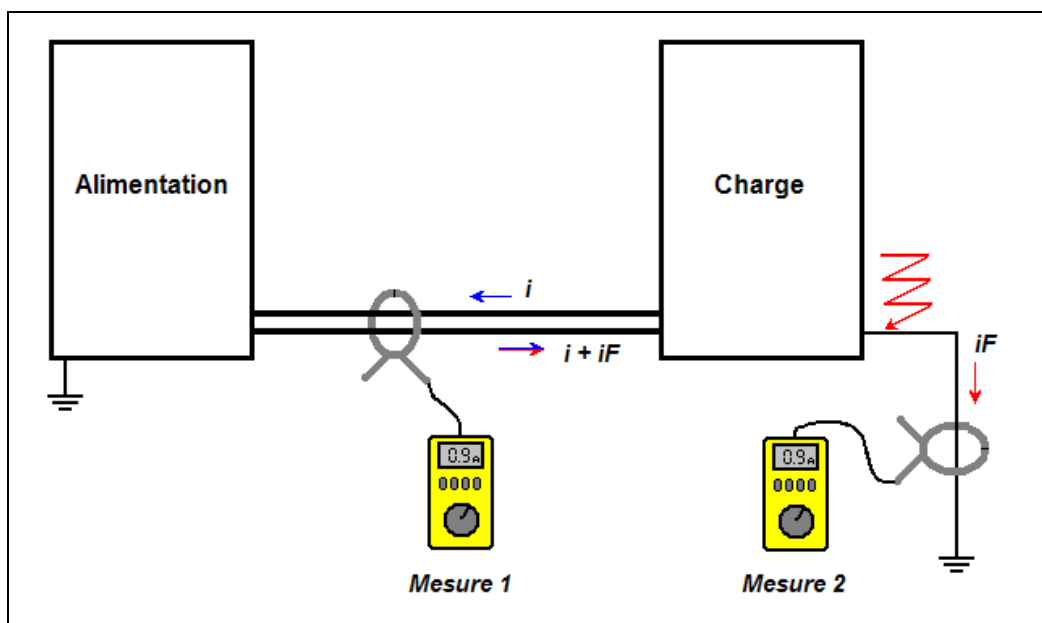

Figure 9
1) En monophasé, enserrer la pince autour des deux câbles représentant l'aller et le retour (i) de l'alimentation (*Figure 9 – Mesure 1*). En principe les courants dans les deux câbles doivent être de valeurs identiques mais de polarité inverse. La valeur lue est par conséquent nulle. Si cette valeur n'est pas nulle, c'est qu'un courant parasite (iF) a été généré par la charge, c'est un courant de fuite.
2) L'autre méthode consiste à effectuer une mesure de courant dans la terre de la charge (*Figure 9 – Mesure 2*). En principe, aucun courant ne doit être détecté dans cette terre. Si c'est le cas, c'est que la charge a généré un courant parasite (iF) et qu'elle présente un défaut d'isolement.